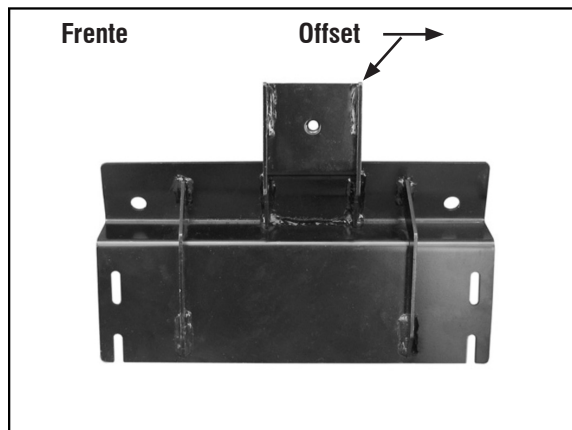

Fig. 4
Sostenga el soporte delantero sobre las placas de perno y alinee los (2) orificios de montaje. (Fig. 4) Asegure el soporte a las placas de perno con (2) tuercas de reborde de 10 mm. No ajuste los componentes en este momento.